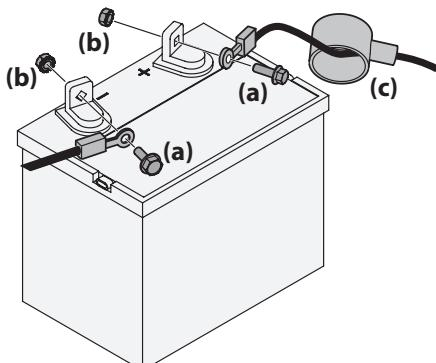

Figura 2-12
- Retire la cubierta plástica, si está presente, del borne positivo de la batería y una el cable rojo al borne positivo de la batería (+) utilizando el perno (a) y la tuerca hexagonal (b). Vea la Figura 2-12.
- Retire la cubierta plástica, si está presente, del borne negativo de la batería y una el cable negro al borne negativo de la batería (-) utilizando el perno (a) y la tuerca hexagonal (b). Vea la Figura 2-12.